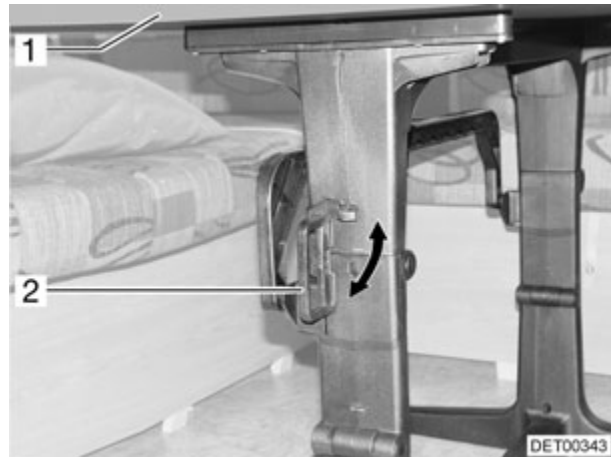

Fig. 63 Bloqueo de la mesa abatible (variante 2)
- Girar el tirador (Fig. 63,2) a la posición horizontal.
- Girar el tablero de mesa (Fig. 63,1) hacia abajo formando un arco.